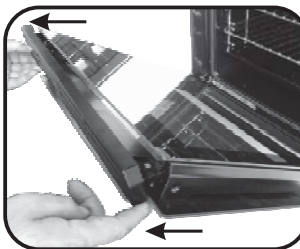

Abbildung 4
- Entfernen Sie die obere metallische Abdeckung indem Sie sie nach oben rausziehen. (Abbildung 4)